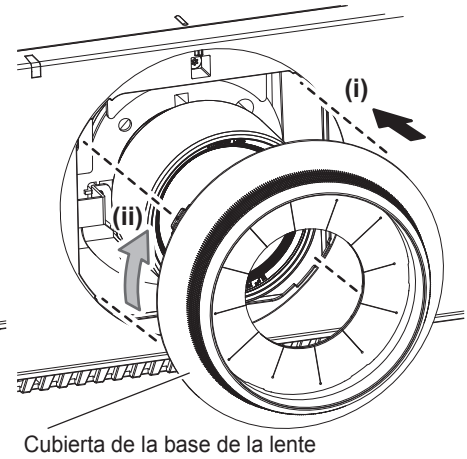

Figura 3
- 3) Instale la cubierta de la base de la lente. (Figura 3)